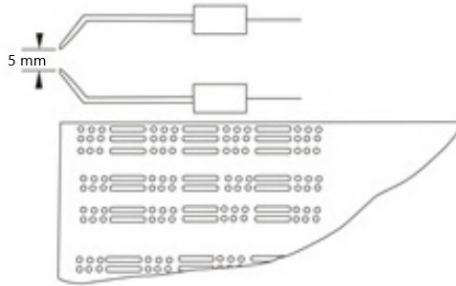

Figure 12
- Vérifiez régulièrement la position des électrodes de démarrage. Voir figure 12, page 19.